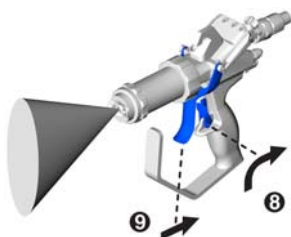

Рис. 29
9. Выключите предохранитель спускового механизма пистолета. См. Рис. 29.
10. Нажмите пусковой курок и начните распыление. См. Рис. 29.